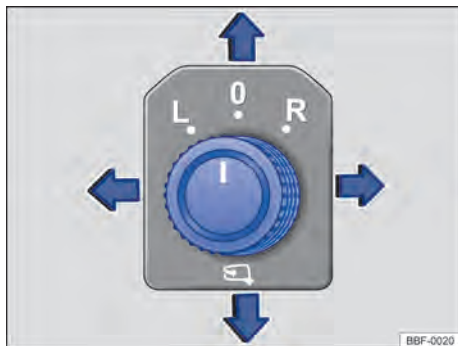

Fig. 78 En la puerta del conductor: mando giratorio de ajuste de los espejos retrovisores exteriores.
- Girar el mando giratorio en la puerta del conductor hasta el símbolo deseado → fig. 78.